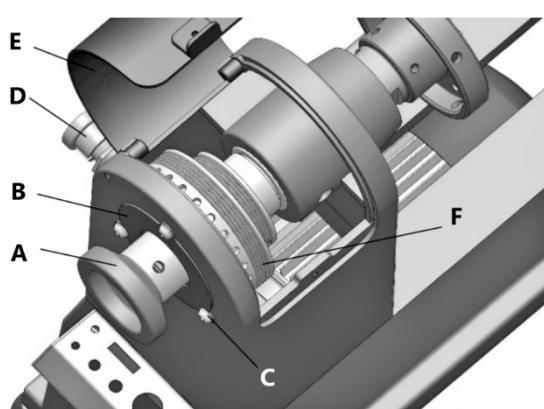

Рисунок 11.
*Всегда отключайте станок от сети при использовании опции секторного перемещения на данном станке. Не запускайте станок, если ручка D блокирует шкив F шпинделя (рис. 11).*